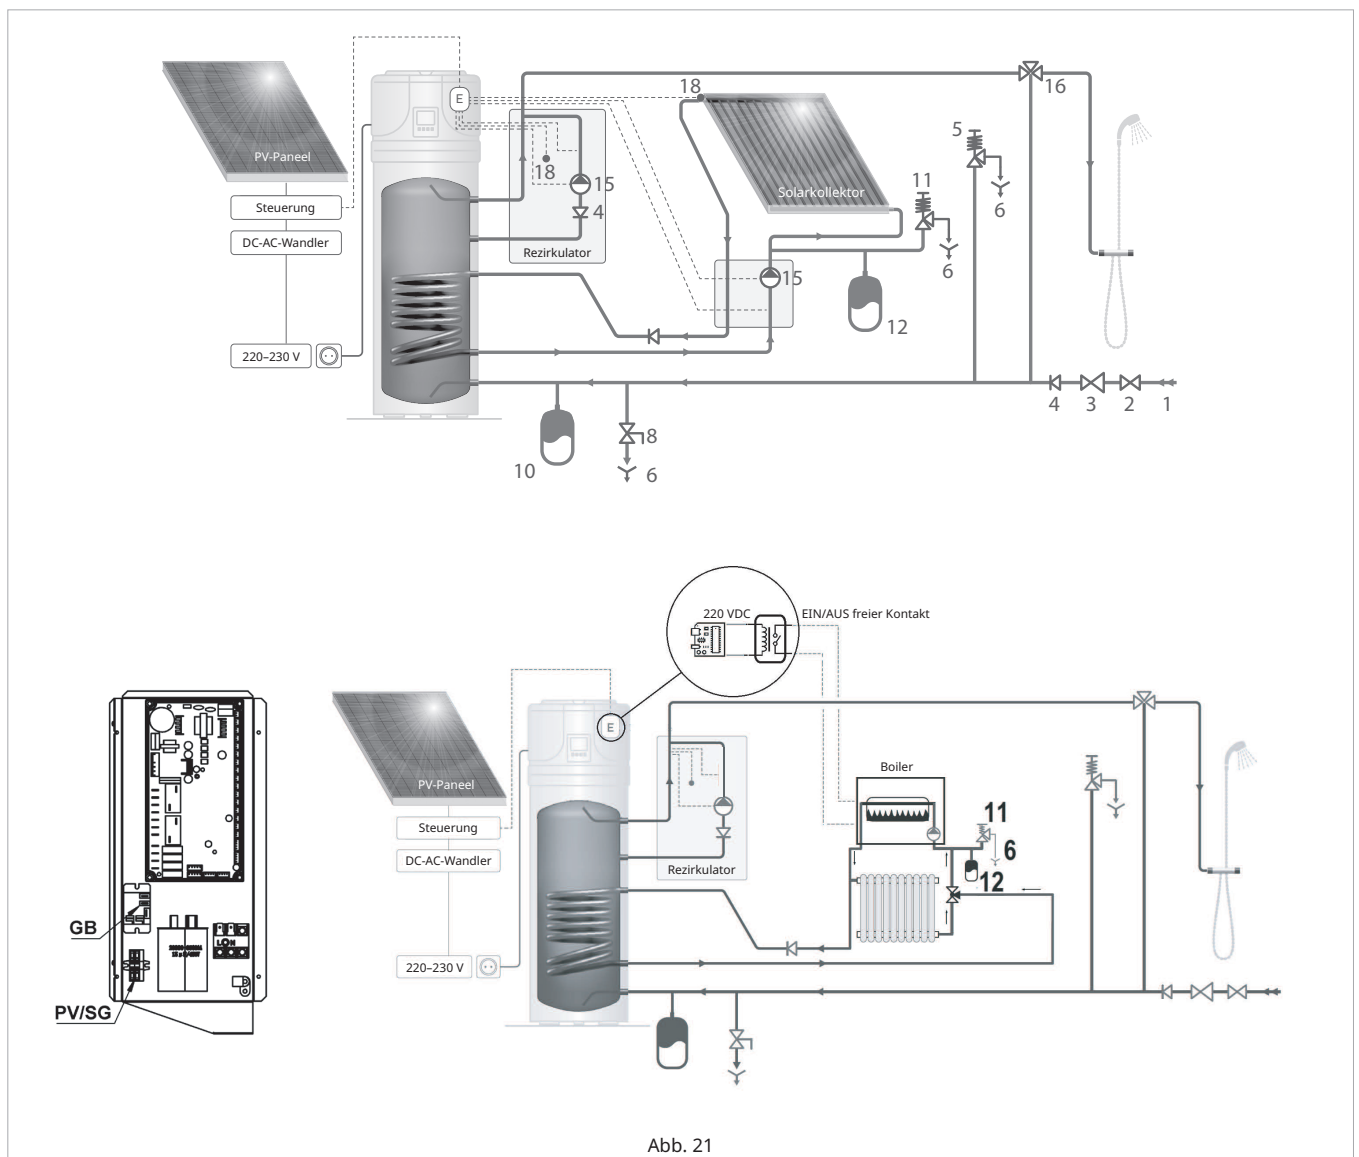

Abb. 21
- ⚠ Kunststoffrohre (PP) sind durchlässig für Sauerstoff. Schließen Sie den Wärmeübertrager niemals an ein PP-Rohr oder an ein offenes Zirkulationssystem an! Die Nichtbeachtung dieser Regel führt zu Korrosion im Inneren des Rohrs.
- ⚠ Der Installateur der Anlage muss ein 8-bar-Überdruckventil (5) an der Kaltwasserzulaufleitung anbringen (Abb. 21).
- ❗ Die Sicherheitseinrichtung gegen Überdruck muss regelmäßig betätigt werden, um Kalkablagerungen zu entfernen und um sicherzustellen, dass sie nicht verstopft ist (Abb. 21)
- ❗ Die an das Überdruckventil angeschlossene Abflussleitung Nr. 6 muss mit stetigem Gefälle und an einer gegen Eisbildung geschützten Stelle verlegt werden (Abb. 21).
- ❗ Ein Ausdehnungsgefäß (10) (Abb. 21) sollte installiert werden, um die Wasserausdehnung aufgrund von Temperaturschwankungen zu absorbieren. Der Druckregler (3) und das Ausdehnungsgefäß sollten zusammen von einer qualifizierten Person berechnet werden.
- ⚠ **Die Wärmepumpe für die Warmwassererwärmung ist in der Lage, Heizungswasser auf über 65 °C zu erhitzen. Aus diesem Grund ist es zum Schutz vor Verbrennungen notwendig, ein automatisches Thermostat-Mischsystem (16) an der Warmwasserleitung zu installieren (Abb. 21).**